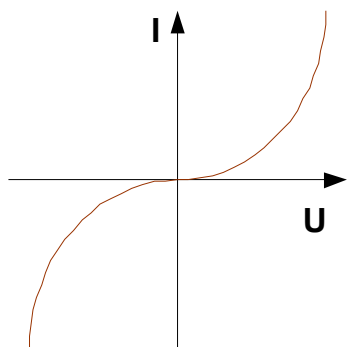

Рис. 56
2) Диоды ВЧ. Это универсальные диоды, которые могут быть детекторными, модуляторными, импульсными при достаточных длительностях импульса, и даже выпрямительными при малых токах нагрузки. Основное отличие ВЧ диодов – обратная ветвь вольтамперной характеристики плавно понижается (увеличивается обратный ток, постепенно переходя в область электрического пробоя) (смотрите рисунок 56).